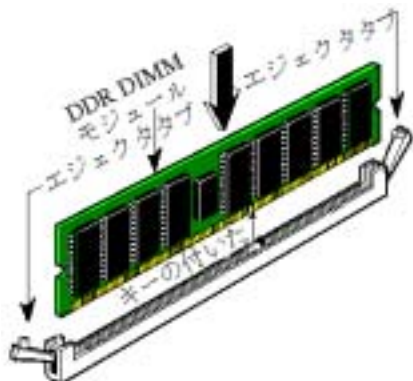

図 2-6. DDR メモリモジュールのインストール
**ステップ 5.** 図のように、DDR DIMM をメモリ拡張スロットに挿入します。図 2-6 でメモリモジュールにキーノッチ (keyed) があることを良く見てください。これは、DDR DIMM が誤った方向に装着できないようにするためのものです。方向が誤っていないのを確認し、ソケット奥までしっかりと押し込んでください。イジェクトタブを内側に閉じて、切り欠き部分に入るのを確認します。